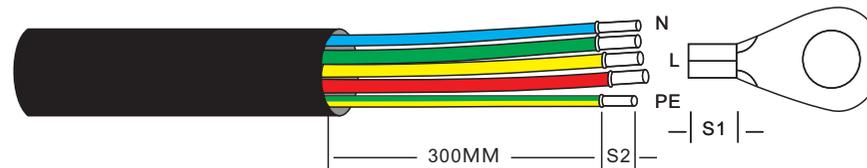

图3.20 剥开交流线缆
1. 将交流线缆绝缘护套的末端剥去约300mm，然后剥去每根导线的末端 (如图3.20所示)。